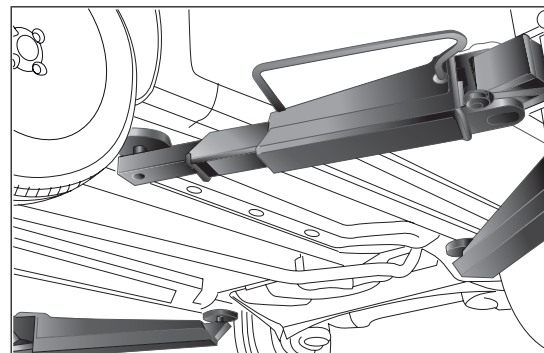

fig. 196
*Le véhicule ne doit être soulevé que latéralement en disposant l'extrémité des bras ou le pont d'atelier dans les zones représentées fig. 196.*